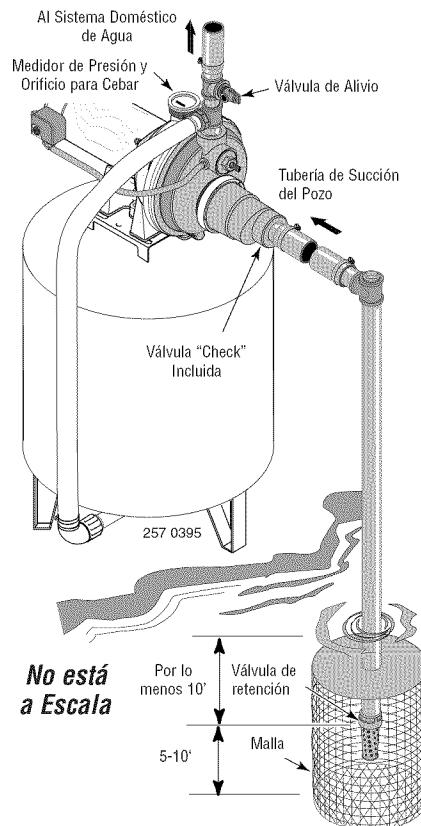

Figura 9: Instalación para Agua Superficial
4. Instale una válvula de retención y la tubería de succión (vea la Figura 9). Asegúrese que la válvula de retención funcione libremente. Utilice cinta de teflón o un compuesto a base de teflón especial para juntas de tuberías en las juntas roscadas de la tubería. Proteja la conexión de la válvula de retención de peces, basura, etc. con la instalación de una malla de alambre a su alrededor (vea la Figura 9).
6. Instale una "T" para cavar, tapón para cavar y la tubería de succión a la bomba (vea la Figura 9). Soporte la tubería para que no haya inclinaciones verticales o hundimientos en ella a fin de que no ejerza tensión sobre el cuerpo de la bomba y con el propósito de que no se incline ligeramente hacia arriba desde el pozo hacia la bomba (los puntos altos pueden ocasionar que se formen bolsas de aire que pueden bloquear la bomba). Selle las juntas de la tubería de succión con cinta de teflón o con un compuesto a base de teflón especial para juntas de tuberías. Las juntas deben ser a prueba de agua y estar herméticamente cerradas. Si la tubería de succión pudiera succionar aire, la bomba no podría sacar agua del pozo.